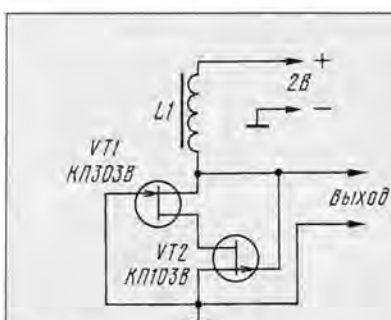

Рис. 5
**L-генератор.** Пожалуй, проще генератора не бывает (рис. 5) — лямбда-диод да катушка индуктивности, включенные последовательно. Работает он так. В начальный момент после включения питания сопротивление лямбда-диода мало и почти все питающее напряжение падает на катушке индуктивности. Ток через нее нарастает, что приводит к увеличению напряжения на лямбда-диоде. Одновременно накапливается энергия в магнитном поле катушки. Когда напряжение на лямбда-диоде достигнет участка "б" его вольт-амперной характеристики, ток через катушку начнет уменьшаться, в ней возникнет ЭДС самоиндукции, результатом которой станет закрывание транзистора и переход его в режим работы на участок "г". В этот момент на выводах катушки возникают импульсы напряжения от единиц до нескольких десятков вольт.
В основе преобразователя — L-генератор (см. рис. 5), на катушке которого возникают импульсы сравнительно высокого напряжения. Они вызывают пробой одного из транзисторов (участок "д" характеристики лямбда-диода), в результате чего амплитуда импульсов стабилизируется примерно на уровне 25...30 В. Эти импульсы выпрямляются диодом VD1, а выпрямленное напряжение сглаживается конденсатором C1.